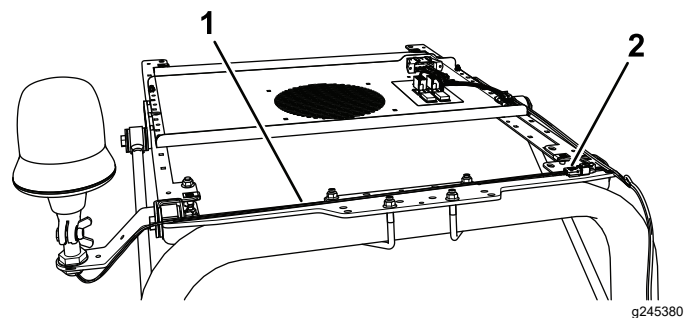

図 10
7. ビーコン用ハーネスのコネクタを、スイッチパネルのハーネスのコネクタに接続する図 10。
8. ビーコン用ワイヤハーネスを図 10 のように配設し、ケーブルタイで固定する。